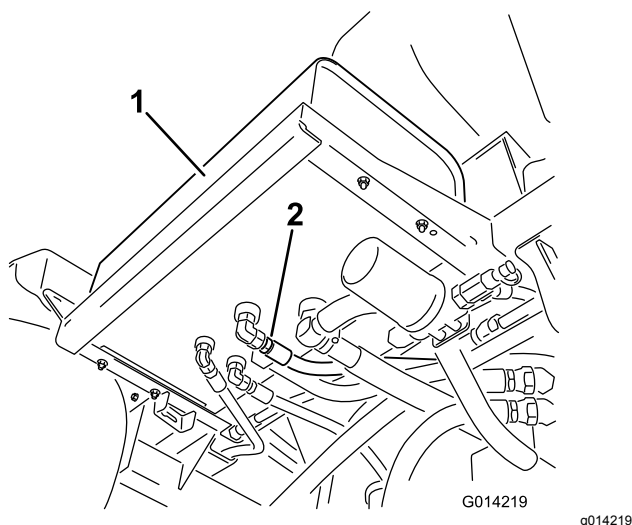

Figura 98
2. Pulite l'area attorno a un raccordo del flessibile idraulico sulla parte inferiore del serbatoio del fluido idraulico (Figura 98).
4. Rimuovete il raccordo del flessibile dal serbatoio, lasciando spurgare il fluido nella bacinella (Figura 98).